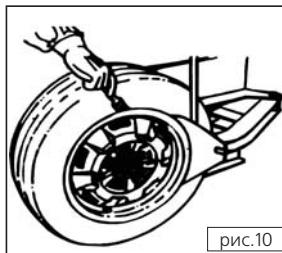

рис.10
1. Поместите шину между лопаткой устрица борта и резиновым упором, вставьте лопатку между бортом покрышки и ободом, нажмите на педаль (10) (на рис.1 – 10, на рис.2 – 3), чтобы оторвать борт от обода колеса (**Рис.10**).